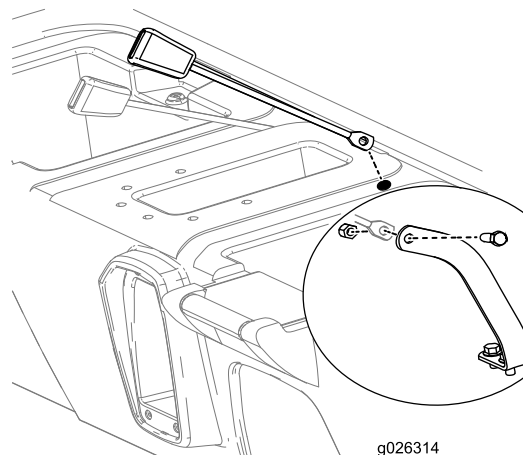

Bild 10
8. Stecken Sie die Befestigungsseite der Aufnahme jeder Sicherheitsgurtsperr in eines der gerade in das Sitzunterteil gebohrten Löcher (Bild 10).
9. Befestigen Sie die Aufnahme jedes Sicherheitsgurts mit einer Schraube (7/16") und Mutter (7/16") an jedem Sicherheitsgurt-Anker, wie in Bild 10 abgebildet.